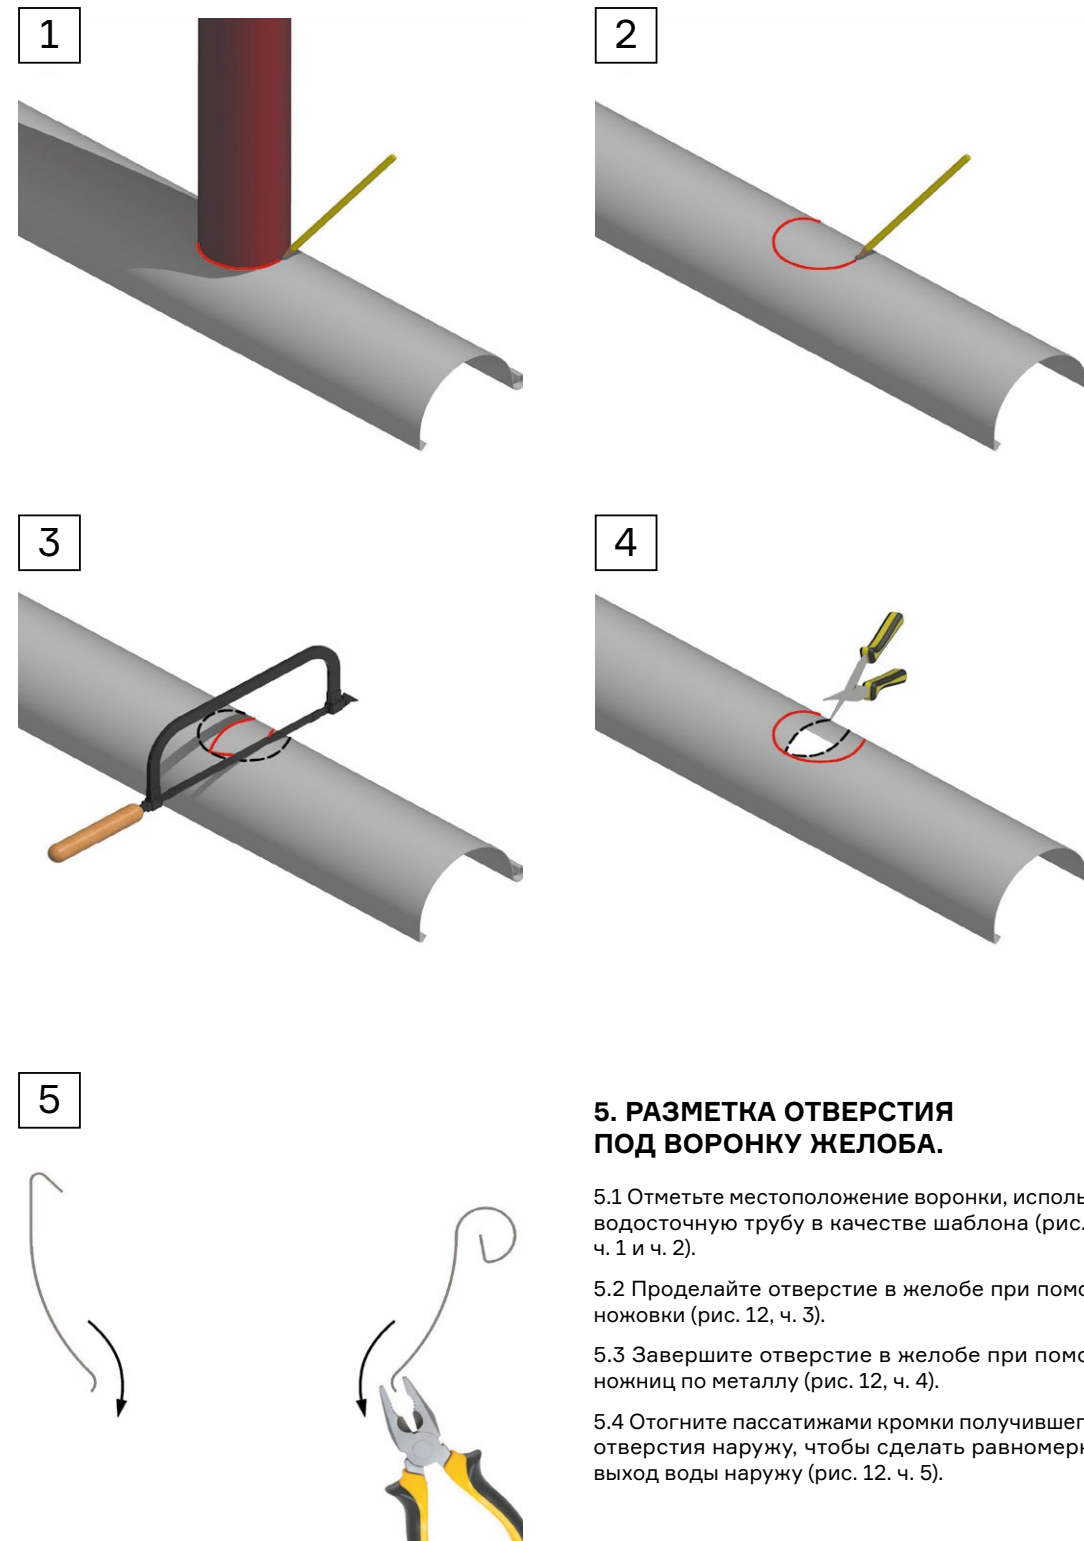

Рис. 12 Разметка отверстия под воронку желоба
5.1 Отметьте местоположение воронки, используя водосточную трубу в качестве шаблона (рис. 12, ч. 1 и ч. 2).
5.2 Прodelайте отверстие в желобе при помощи ножовки (рис. 12, ч. 3).
5.3 Завершите отверстие в желобе при помощи ножниц по металлу (рис. 12, ч. 4).
5.4 Отогните пассатижами кромки получившегося отверстия наружу, чтобы сделать равномерный выход воды наружу (рис. 12, ч. 5).